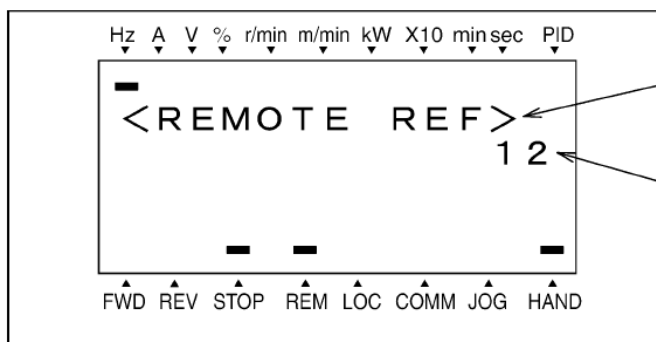

Рис. 3.2 Пример отображения экрана при изменении задания частоты
- (1) Установите функциональный код F01 в значение "0" или "8" (клавиши  /  пульта). Данное действие не может быть выполнено в режиме программирования или в аварийном режиме. Для возможности изменения частоты клавишами  /  сначала переведите пульт в рабочий режим.
- (2) Нажмите клавиши  или . 7-сегментный цифровой дисплей отображает задание частоты, а ЖК дисплей соответствующую информацию, например подсказку по работе (см. Рис. 3.2).